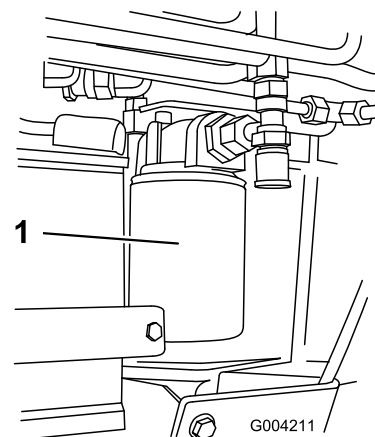

Figura 58
4. Collocate una bacinella di spurgo sotto il filtro (Figura 58).
5. Togliete il filtro usato (Figura 58) e pulite la superficie della guarnizione dell'adattatore del filtro.
7. Montate il filtro idraulico di ricambio sull'adattatore del filtro (Figura 58). Girate il filtro in senso orario finché la guarnizione di gomma non tocca l'adattatore, quindi serrate il filtro di un altro 3/4 di giro.